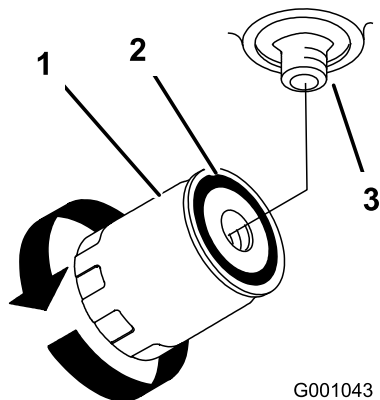

Figura 67
4. Aplique una capa fina de aceite hidráulico a la junta de goma sobre el filtro nuevo (Figura 67).
el adaptador del filtro, luego apriete el filtro media vuelta más (Figura 67).